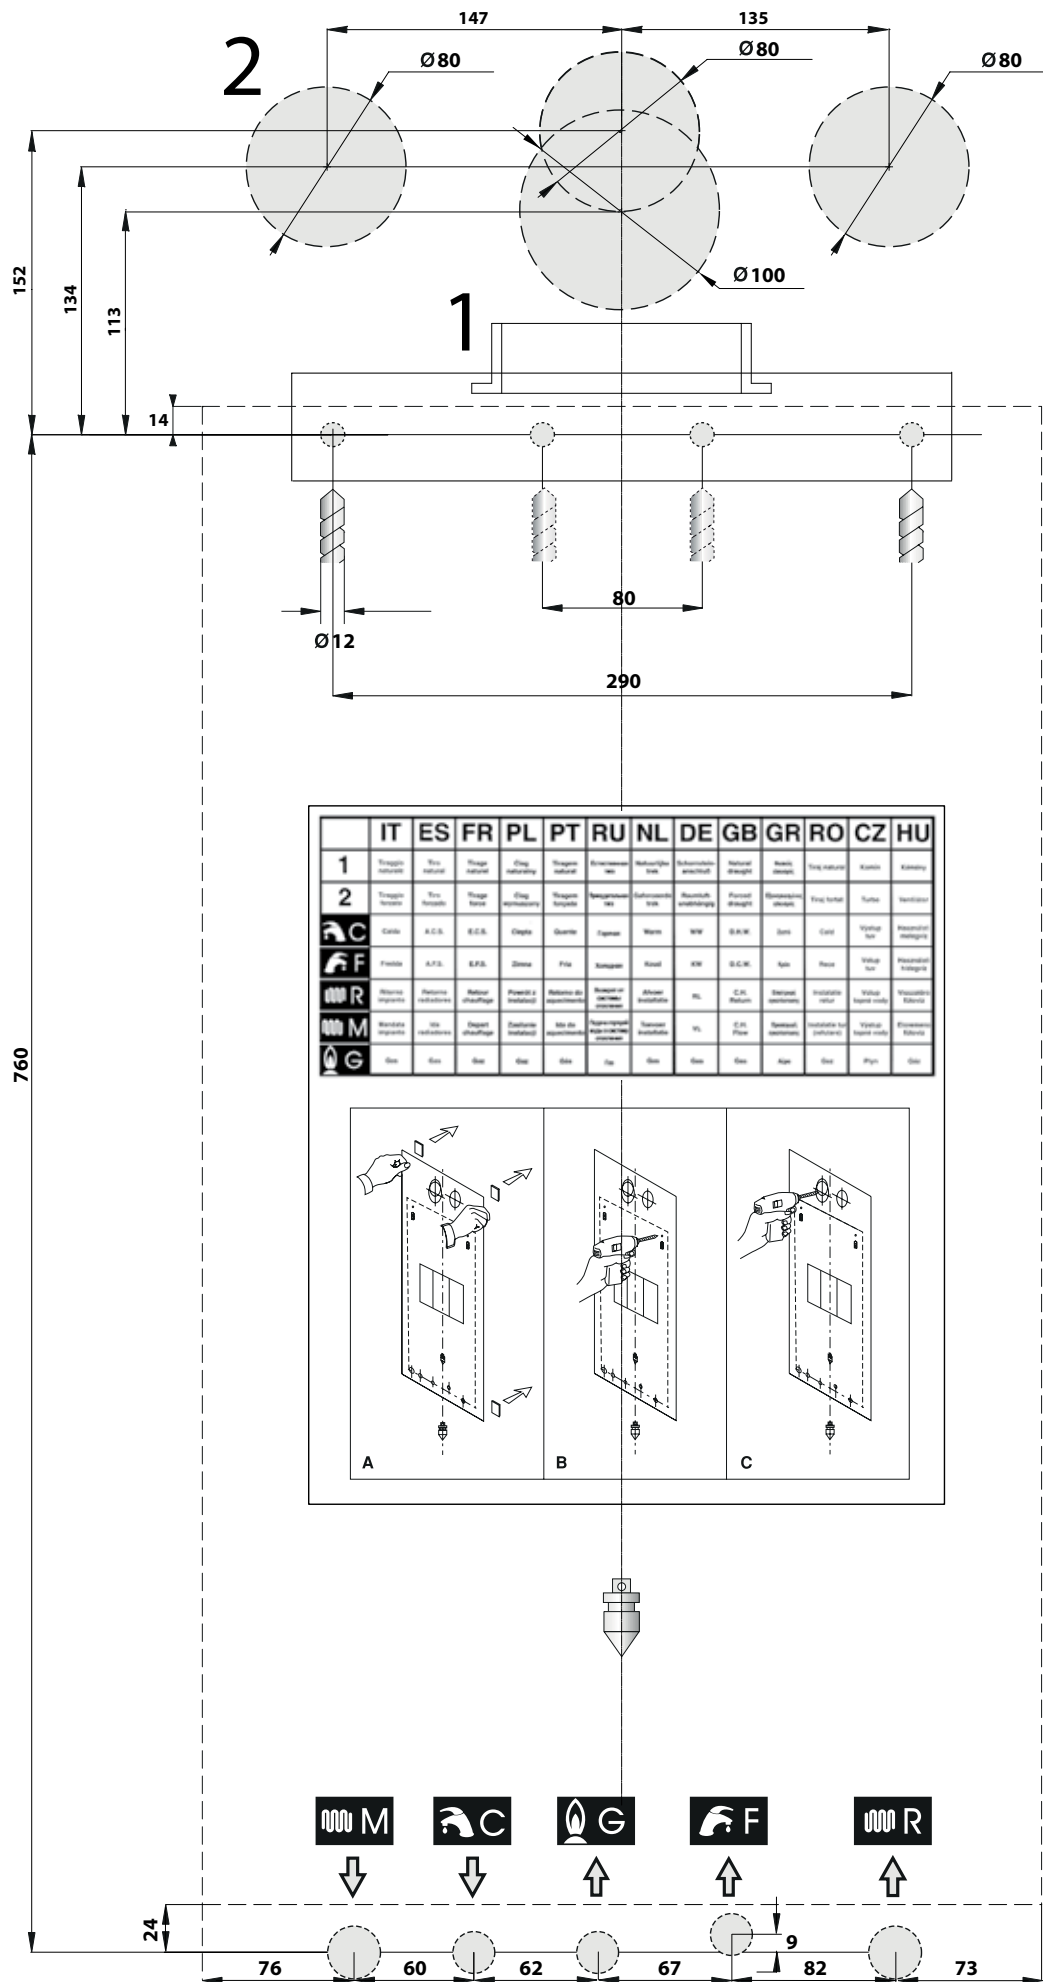

fig. 5
- d) la dima di fissaggio della caldaia al muro (fig. 5);
Ogni apparecchio è corredato di un'apposita dima in carta contenuta nell'imballo (fig. 5),
- fissare la dima (fig. 5) alla parete;
- posizionare i raccordi per l'allacciamento della conduttura di alimentazione del gas (G), della conduttura di alimentazione dell'acqua fredda (F), dell'uscita acqua calda (C), della mandata (M) e del ritorno riscaldamento (R) in corrispondenza degli stessi punti sulla dima (parte inferiore);